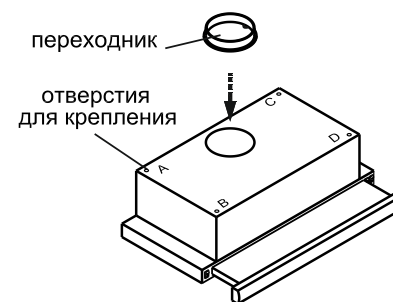
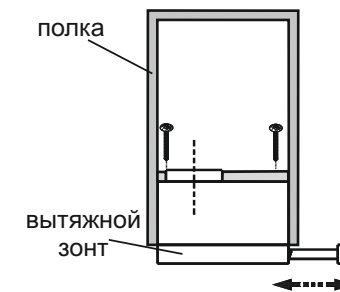

рис. 4
рис. 5
- 6.1 Установите пластиковый переходник с антивозвратным клапаном и зафиксируйте защелку (рис. 4).
- 6.2 Крепление воздухоочистителя к верхней полке над плитой (рис. 4, рис. 5):